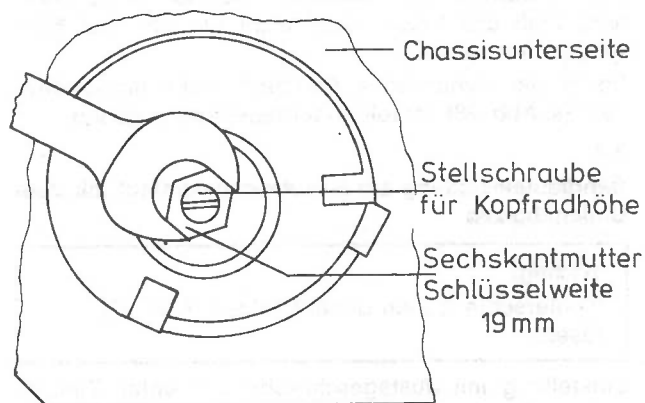

Abb. 23
- Sechskantmutter mit 19 mm Gabelschlüssel lösen (Abb. 23).